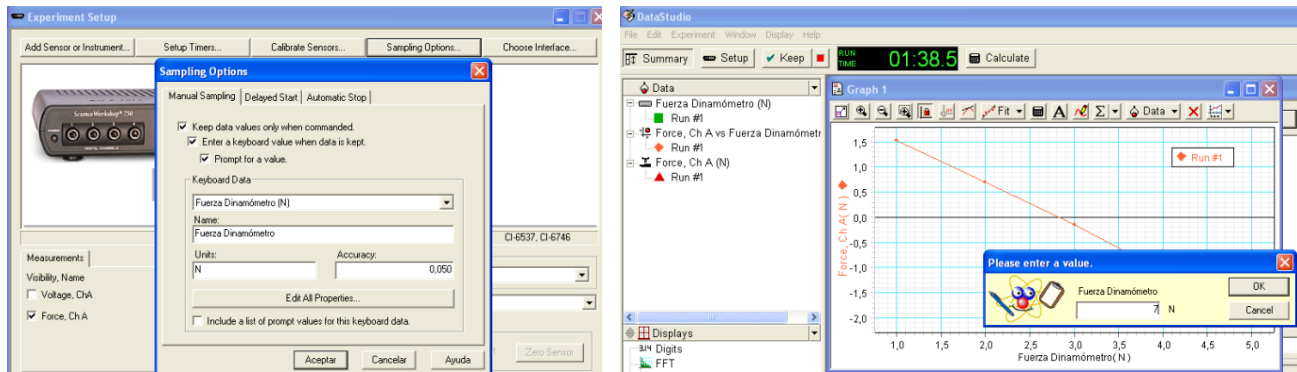

Figura 5: Toma de datos.
- 6.1 En el programa se debe seleccionar la opción "Sampling Options" como se aprecia en la figura 5 izquierda.
7. Para tomar datos se debe presionar el botón "Start". Aumentar la fuerza externa del dinamómetro tirando del extremo con la mano hasta 1 N, para registrar este valor se debe seleccionar en el programa el botón "Keep" e ingresar el valor a mano como se aprecia en la figura 5 derecha.